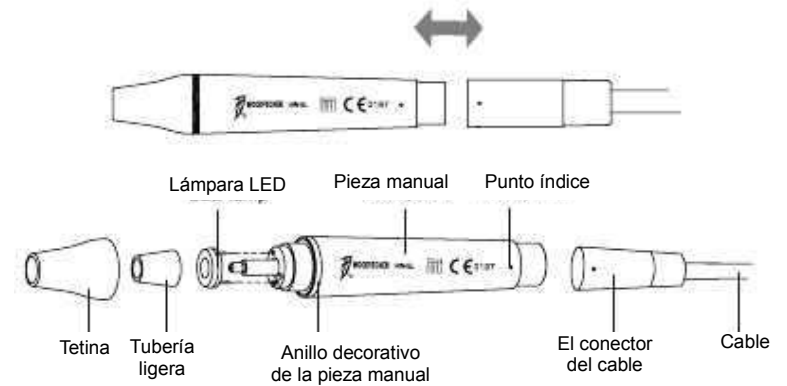

Figura 5
2.1.2 Instrucciones para los componentes principales de la pieza de mano desmontable (Vea la Figura 5):